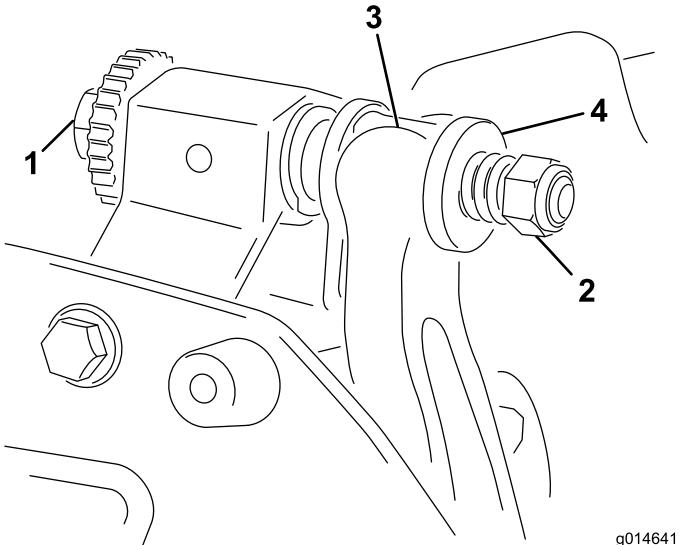

Figura 19
1. Gire el tornillo de ajuste de la barra de asiento en sentido antihorario para alejar la contracuchilla del molinete (Figura 19).
2. Afloje la tuerca de tensado del muelle hasta que el muelle deje de presionar la arandela contra la barra de asiento (Figura 19).
- Instale el conjunto de barra de asiento/contracuchilla, colocando las pestañas de montaje entre las arandelas y el tornillo de ajuste de la barra de asiento (Figura 19).